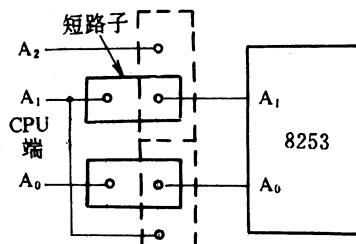

图 3
④ 对于 8253 的 A1, A0 引脚, 我们做了如图 3 所示的处理: